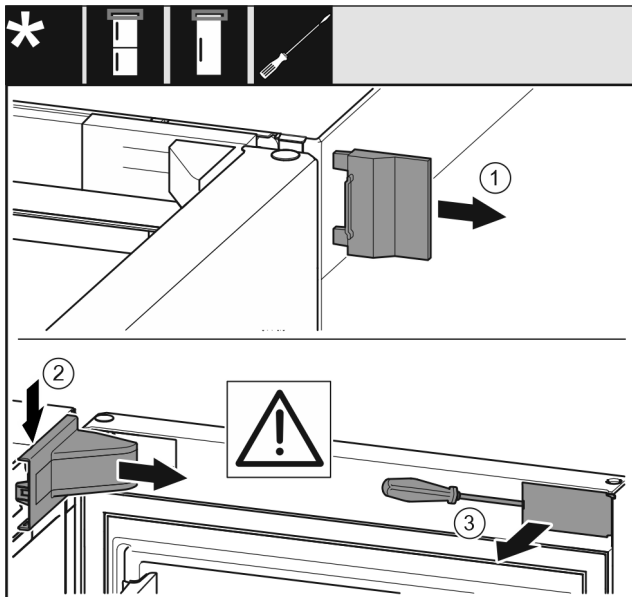

Fig. 6
- Ta bort det yttre skyddet. Fig. 6 (1)
- Haka av lagerbocksskyddet och lossa det. Ta bort lagerbocksskyddet. Fig. 6 (2)
- Lossa panelen med hjälp av en spårskruvmejsel och vrid den åt sidan. Fig. 6 (3)